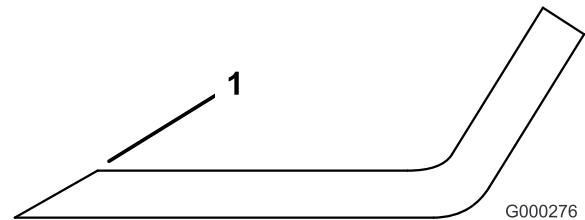

Figura 89
3. Inspeccione los filos de todas las cuchillas. Afílelos si están romos o tienen mellas. Afíle únicamente la parte superior del filo y mantenga el ángulo de corte original para asegurar un filo correcto (Figura 89). La cuchilla permanecerá equilibrada si se retira la misma cantidad de metal de ambos bordes de corte.